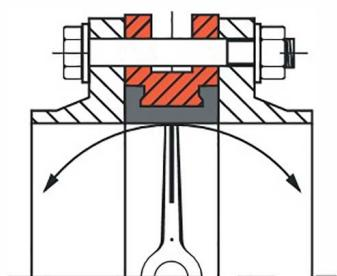

Рис. 3 (правильно)
- 3) Перед началом монтажа важно убедиться, что внутренний диаметр фланцев соответствует номинальному диаметру дискового поворотного затвора (рис. 3).